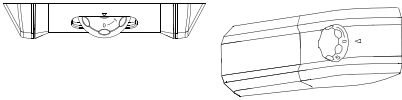

Fig.13
- 1) Gire la rueda a la posición "0". (fig. 13)